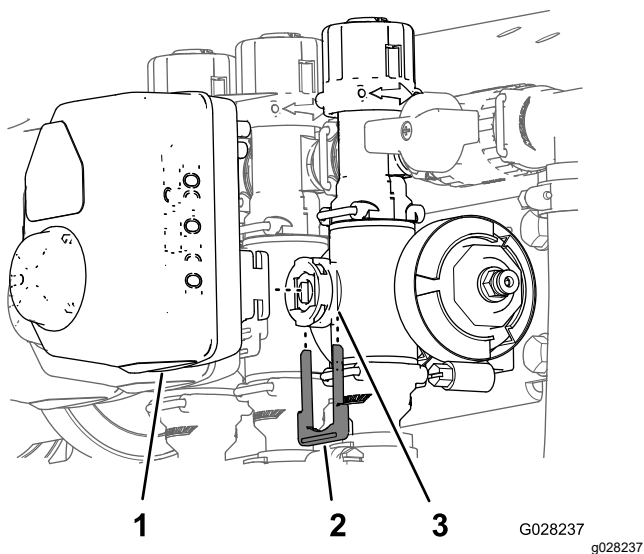

Рисунок 9
1. Снимите держатель, который крепит привод к коллекторному клапану секции или клапану перемешивания (Рисунок 9).